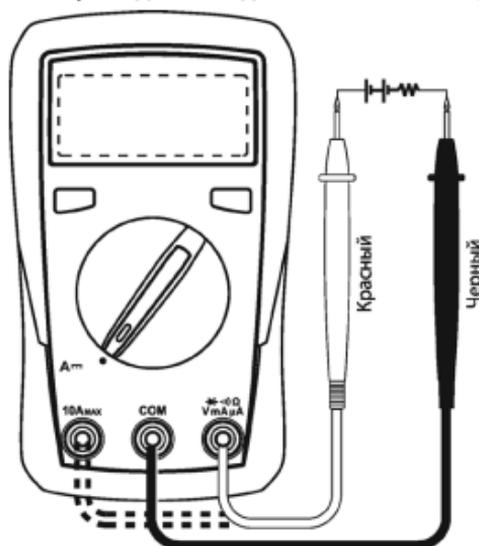

Рис. 4 Измерения силы постоянного тока
6.6 Измерение силы постоянного тока (см. рис. 4)